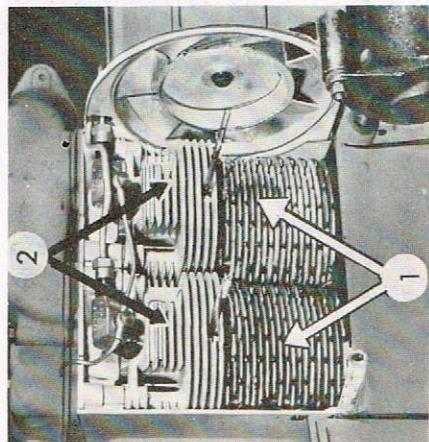

Bild 15
Alle 150 Betriebsstunden ist besonders bei schwüttigen Betriebsverhältnissen die Reinigung der Kühlrippen, des Motors und des Ölkühlers notwendig. Staubiger Niederschlag auf den Kühlrippen der Zylinder 1 (Bild 15) der Zylinderköpfe (2) und des Ölkuhlers, insbesondere in Anwesenheit von Kraftstoff und Schmieröl, bedeutet verminderde Kühlung.